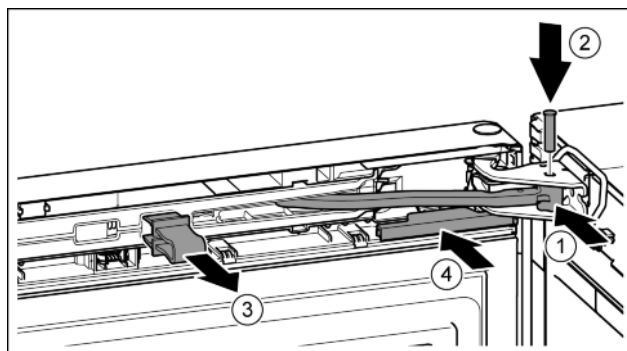

Fig. 45
- ▶ Przegub obrócić w płytce zawiasu. Fig. 45 (1)
- ▶ Sworzeń umieścić w płytce zawiasu i przegubie. Przy tym zwrócić uwagę, aby krzywka zatraskowa została prawidłowo umieszczona w rowku. Fig. 45 (2)
- ▶ Zdjąć zabezpieczenie. Fig. 45 (3)
- ▶ Wsunąć osłonę. Fig. 45 (4)